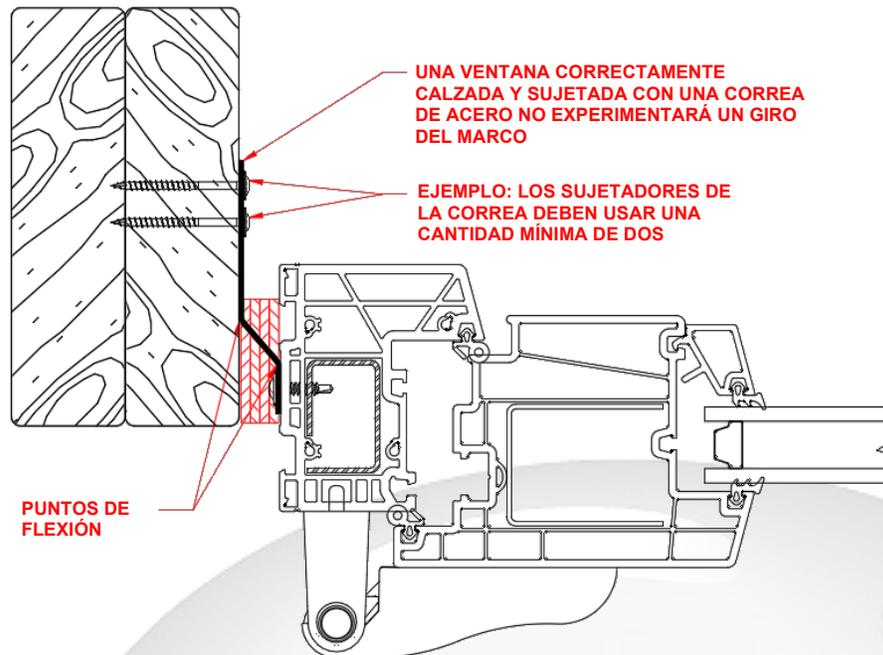

Figura 17: Ejemplo de una puerta correctamente calzada y sujeta con una correa de acero
- III) Al doblar los puntos de flexión de todas las correas, se fijan las correas de la ventana a la abertura en bruto. (Ver Figura 17); Doble la correa para eliminar la torsión en el soporte.